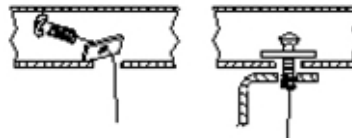
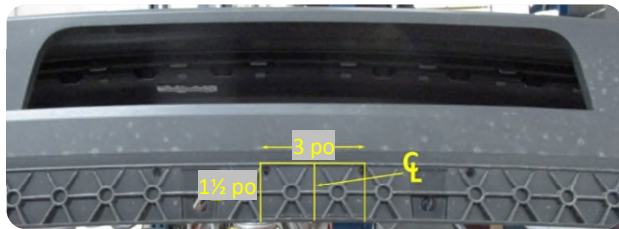
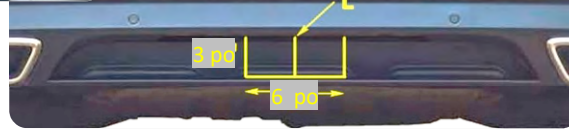

Figure 4
Figure 2 – Vue de dessous
Figure 3 Vue arrière
- Découper le carénage de pare-chocs** – Mesurer pour localiser le centre du carénage, marquer une ligne de centre sur le bas du carénage et découper comme illustré à la **Figure 2**. Marquer une ligne de centre sur la partie verticale du carénage et découper comme illustré à la **Figure 3**. *Ne pas découper le rebord inférieur. *Les dimensions sont approximatives et peuvent être ajustées à des fins d'adaptation et d'esthétique*
- Abaisser l'échappement et retirer la visserie existante** – Abaisser l'échappement en retirant deux (2) boulons de chaque support d'échappement arrière (1 par côté) à l'aide d'une douille 13 mm. Retirer quatre (4) boulons M10 x 1.5 x 40 mm depuis l'extérieur des longerons (2 par côté) à l'aide d'une douille 16 mm. **REMARQUE:** Assurez-vous que l'échappement est soutenu après l'abaissement.
- Installer l'attelage** -- À l'aide du fil de traction ⑤, insérez les (2) boulons de carrosserie ① et les (2) cales ② à travers le trou d'accès comme illustré dans les **Figures 4 à 5, des deux côtés**. Laissez les fils de traction fixés à la visserie et laissez temporairement cette dernière à l'intérieur du châssis. Soulevez l'attelage et insérez le fil de traction installé précédemment à travers la fente de support d'attelage. Retirez les fils de traction et installez sans les serrer la rondelle conique ③ et l'écrou hexagonal ④ sur l'attelage; consultez la **figure 2**.